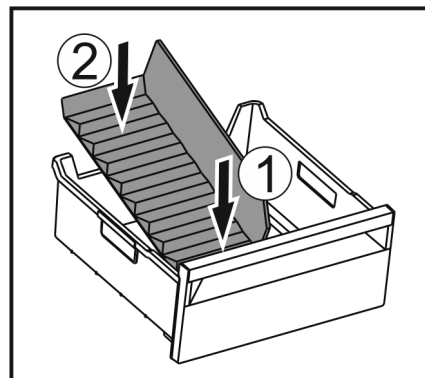

Fig. 140
- ▶ Vorderen Teil des Eisfach-Trenners einsetzen. Fig. 140 (1)
- ▶ Hinteren Teil des Eisfach-Trenners bis zum Schubfachboden absenken. Fig. 140 (2)